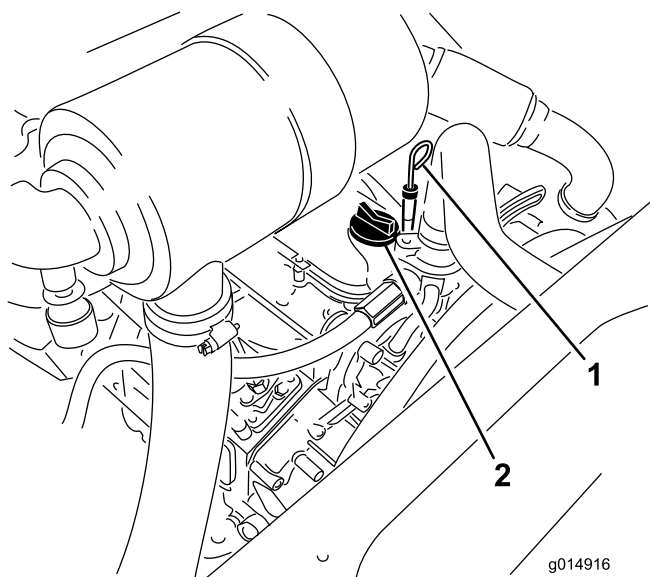

Figure 26
3. Retirez la jauge, essuyez-la sur un chiffon et remettez-la en place (Figure 26).
5. Si le niveau n'atteint pas le repère maximum, enlevez le bouchon de remplissage (Figure 26) et faites l'appoint jusqu'à ce que le niveau correct soit atteint.